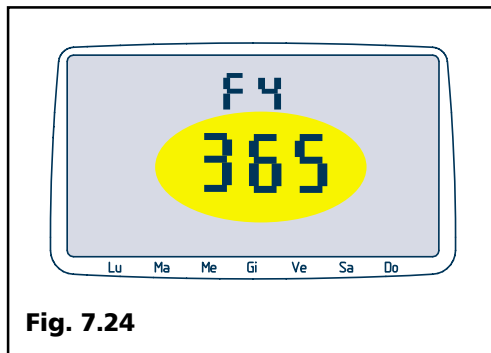

Fig. 7.24
- Premere il tasto ENTER, il display presenta la scritta F4 nel campo orologio. Nel campo temperature è presentato il valore relativo ai giorni (365 impostati di default) che mancano alla segnalazione di chiamata assistenza (fig. 7.24).